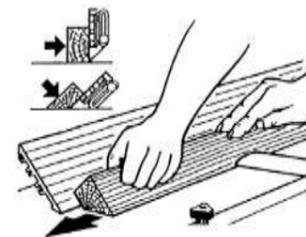

Рис.20
12.1.4. При строгании фаски (боковой плоскости), Рис.20, выберите соответствующую глубину строгания, установите защитную планку строгального вала (8), как указано в разделе 11. Установите требуемый угол наклона направляющей планки (7).